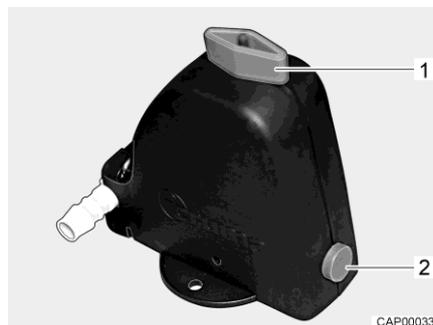

Fig. 189 Válvula de seguridad/purga (Truma)
- Abrir la válvula de seguridad/purga (Truma). Para ello, girar el botón giratorio (Fig. 189,1) a la posición longitudinal en referencia a la válvula de seguridad/purga. El botón (Fig. 189,2) salta hacia fuera.